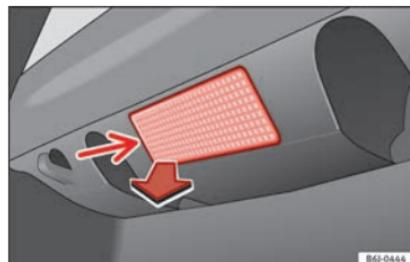

Fig. 205 Éclairage du coffre à bagages.
- Retirez la tulipe en faisant pression sur le rebord de la partie intérieure de celle-ci (flèche) à l'aide d'un tournevis plat »» fig. 205.